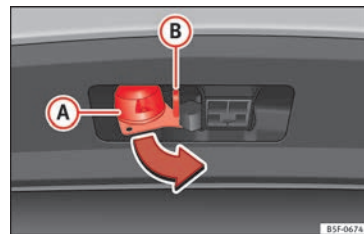

Fig. 225 Girar el conector de 13 polos
- Agarre el conector de 13 polos por la zona **A** y extráigalo en el sentido de la flecha **»» fig. 225**.
- Agarre el conector de 13 polos por la zona **A** e introdúzcalo en el sentido contrario al de la flecha **»» fig. 225**.
El ojal de seguridad **B** **»» fig. 225** sirve para enganchar el cable de retención del remolque.